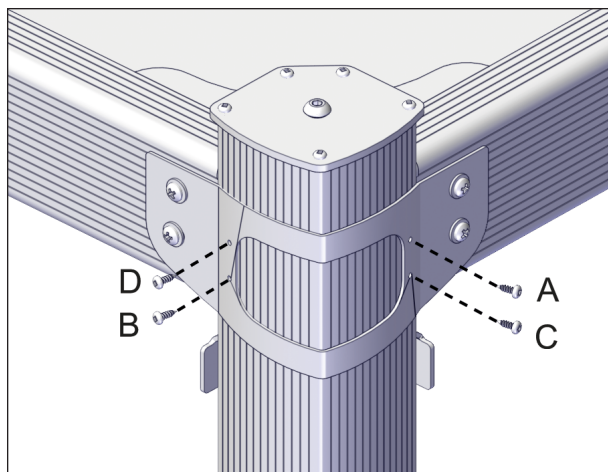

FIGURE 49: SÉQUENCE D'INSTALLATION DU SUPPORT AU MANCHON
28. Installer les vis auto-taraudeuses n° 8 x 1/2 po (4) pour fixer les supports aux colonnes en suivant la séquence A à D tel que montrée à la Figure 49.